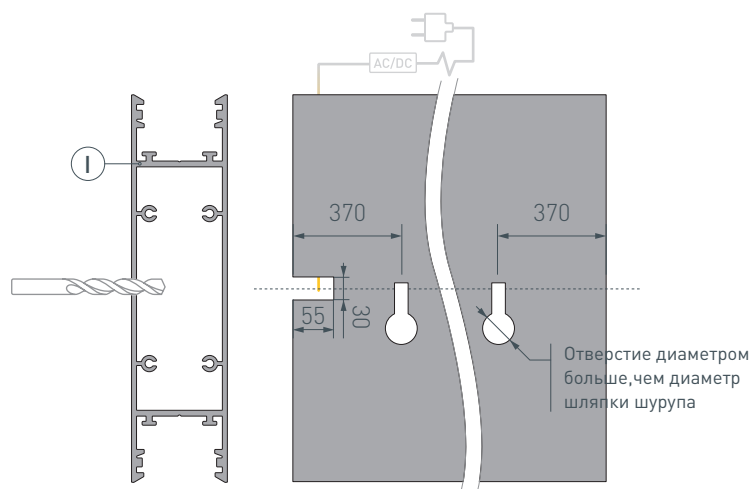

Рис. 1. Вид сзади, подготовка отверстий
- 1** / Для профиля ① длиной 2000 мм и более просверлите на задней стенке с каждой стороны по 2 отверстия с диаметрами больше, чем диаметр шляпки шурупа (чтобы могла пройти шляпка шурупа), для крепления к поверхности на расстоянии 370 мм от каждого края. Чуть выше сделать прорезь шириной, равной диаметру резьбы шурупа. Затем подготовьте еще 1 отверстие с одного края профиля размером 55×30 мм для вывода кабеля блока питания, как показано на рис. 1.